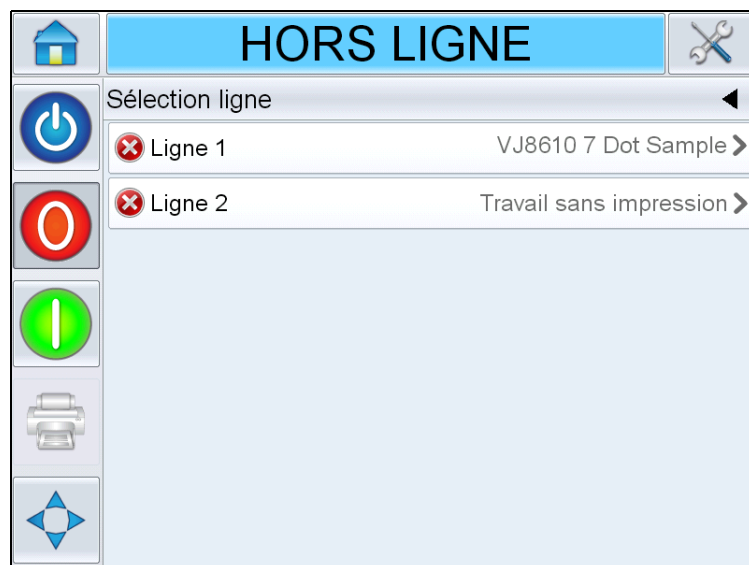

Figure 6-20: Page Sélection ligne
- 4 La page Sélection ligne s'affiche à nouveau (voir Figure 6-20).